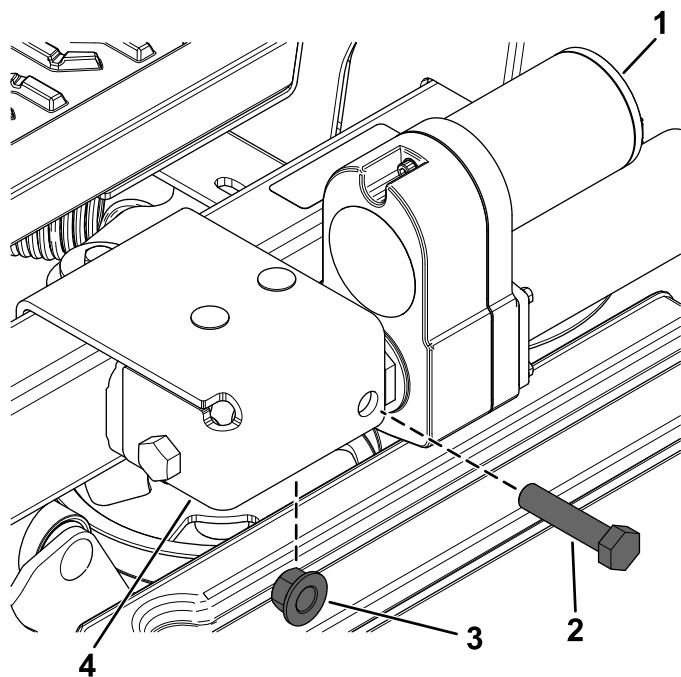

Figura 21
- Prenda o atuador ao suporte do atuador exterior utilizando um parafuso de cabeça flangeada ($\frac{1}{2}$ x $2\frac{1}{4}$ pol.) e uma porca de bloqueio ($\frac{1}{2}$ pol.) como se mostra na Figura 21.